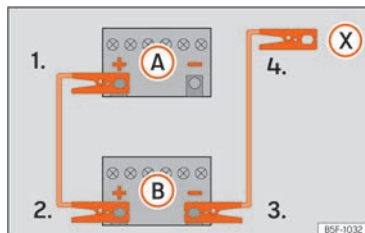
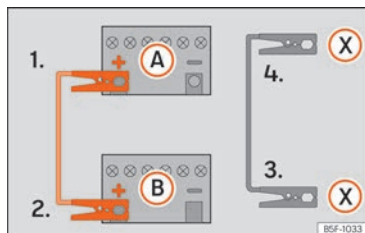

Fig. 161 Esquema de conexión para vehículos sin sistema Start Stop.
Fig. 162 Esquema de conexión para vehículos con sistema Start Stop.
Los cables de arranque solo se deberán conectar siguiendo el orden **1 > 2 > 3 > 4** >>> fig. 162.
2. Emborne un extremo del cable rojo de emergencia al polo positivo (+) del vehículo con la batería descargada (B).
3. Emborne el otro extremo del cable rojo de emergencia al polo positivo (+) del vehículo que suministra la corriente (B).
4. *Vehículos sin sistema Start-Stop:* emborne un extremo del cable negro de emergencia al polo negativo (-) del vehículo que suministra la corriente (B) >>> fig. 161. *Vehículos con sistema Start-Stop:* emborne un extremo del cable negro de emergencia (X) a un terminal de masa adecuado, a una pieza de metal maciza que vaya atornillada al bloque motor o al mismo bloque motor >>> fig. 162.
5. Emborne el otro extremo del cable negro de emergencia (X), en el vehículo con la batería descargada, a una pieza de metal maciza que vaya atornillada al bloque motor o al mismo bloque motor pero lo más alejado posible de la batería A.